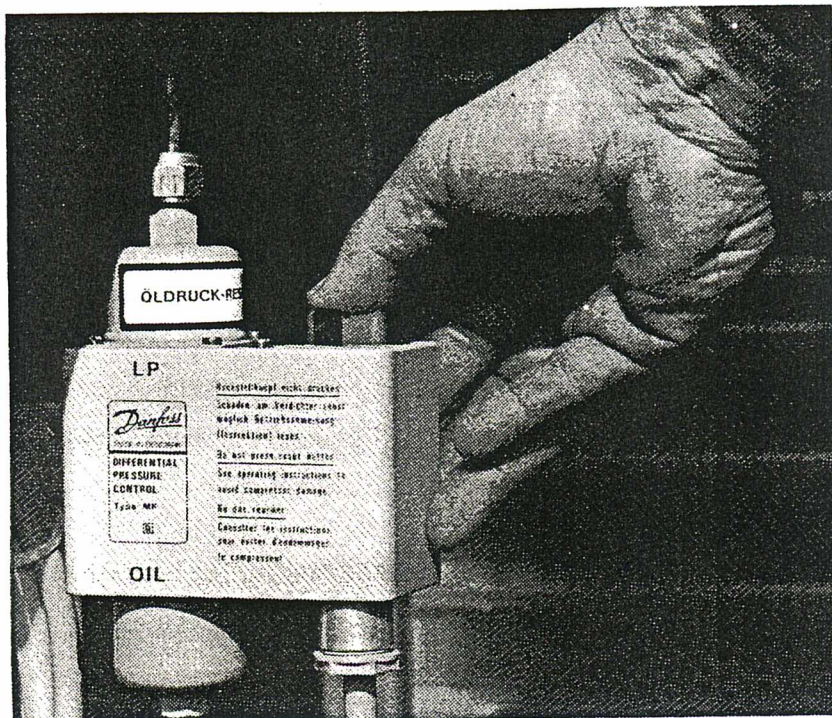

Bild 14: Öldruckdifferenzschalter mit Resettaste. **Achtung!** Die Taste nur bei Stillstand der Maschine betätigen!
Warten Sie einige Zeit, und drücken Sie dann die **Öldruck-Resettaste** [16]. (Diese befindet sich am Öldruckdifferenzschalter (42) innerhalb der Maschine über dem Kompressor, wie in Bild 14 gezeigt.) Es leuchtet die **Resettaste** [1] auf. Bei Betätigung der **Resettaste** [1] erlischt diese, und die Maschine läuft selbsttätig wieder an.
▷ Entriegeln: **Öldruck-Reset**knopf 16 (siehe Bild 14) drücken, anschließend **Resettaste** 1.